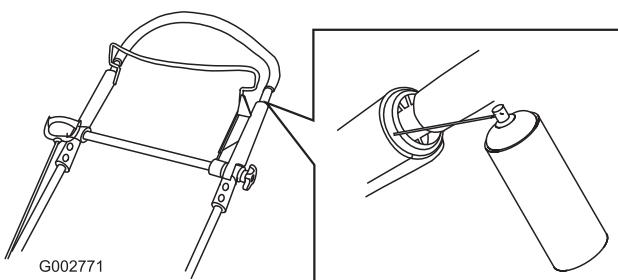

Bild 42
- Sprühen Sie die äußeren Kunststoffenden des inneren Bügels ein (Bild 42).